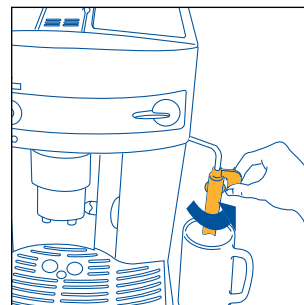
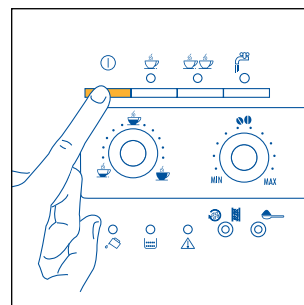
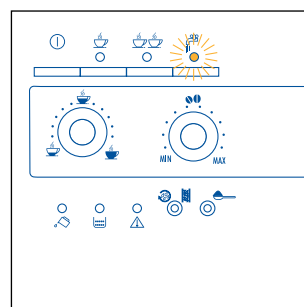

Fig. 3
Fig. 4
Fig.22
2. Drej cappuccino adapteren udad og anbring en kop under den (fig. 3) og tænd maskinen ved at trykke på tast ① (fig. 4).
- Drej cappuccinoadapteren udad (fig. 3).
- Anbring en beholder under cappuccinoadapteren (fig. 3).
- Anbring en tom beholder under cappuccinoadapteren (fig. 3). Drej dampknappen en halv omgang i retning mod uret så den drejes helt i bund (kontrollampen  begynder at blinke fig. 22). Lad vand blandet med damp løbe ud i nogle sekunder indtil der kun kommer damp ud.